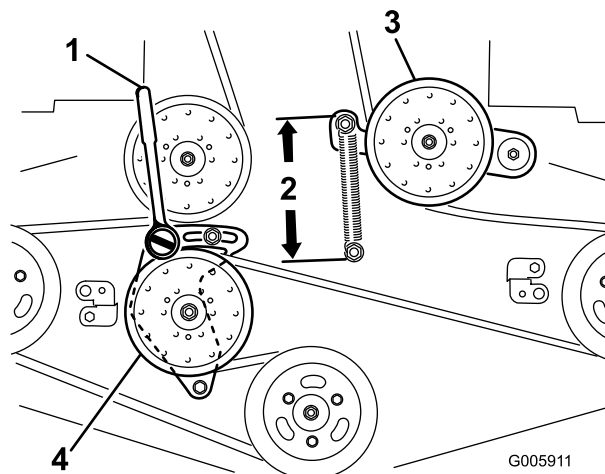

Figure 64
6. Desserrez le bras de la poulie de renvoi fixe pour détendre la courroie (Figure 64).
9. Insérez une douille courte avec manche à rochet ou une barre de levier dans le trou carré du bras de la poulie de renvoi fixe (Figure 64).
11. Pour augmenter la tension de la courroie, tournez le manche à rochet ou la barre de levier dans le sens antihoraire pour déplacer le bras de poulie fixe jusqu'à ce que les crochets du ressort soient espacés de 16,5 cm (Figure 64).